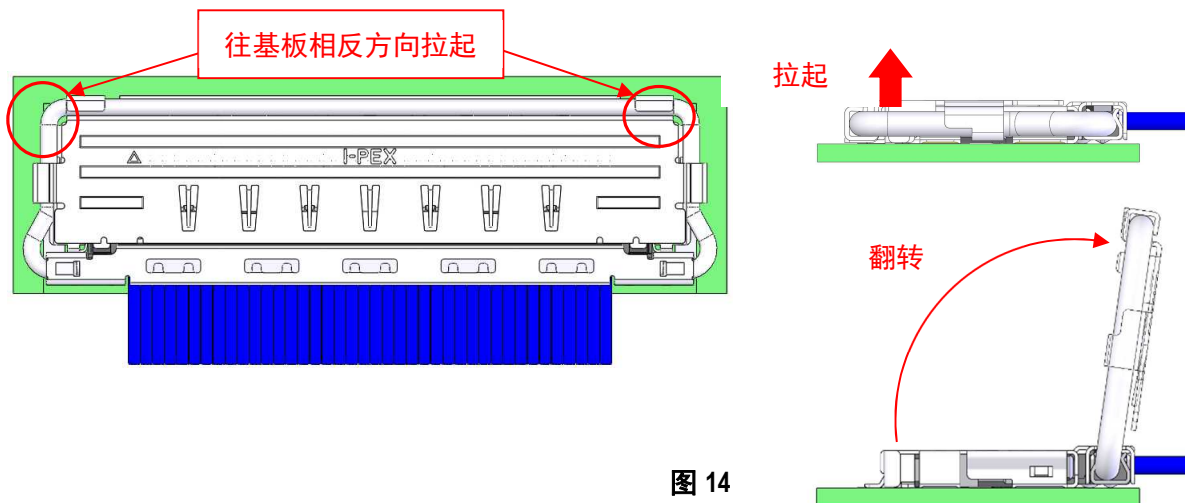

图 14
- ① 拉下图（图 14）2 个红圈处，往基板相反方向同时拉起全屏蔽罩，解除上锁状态，翻转全屏蔽罩。